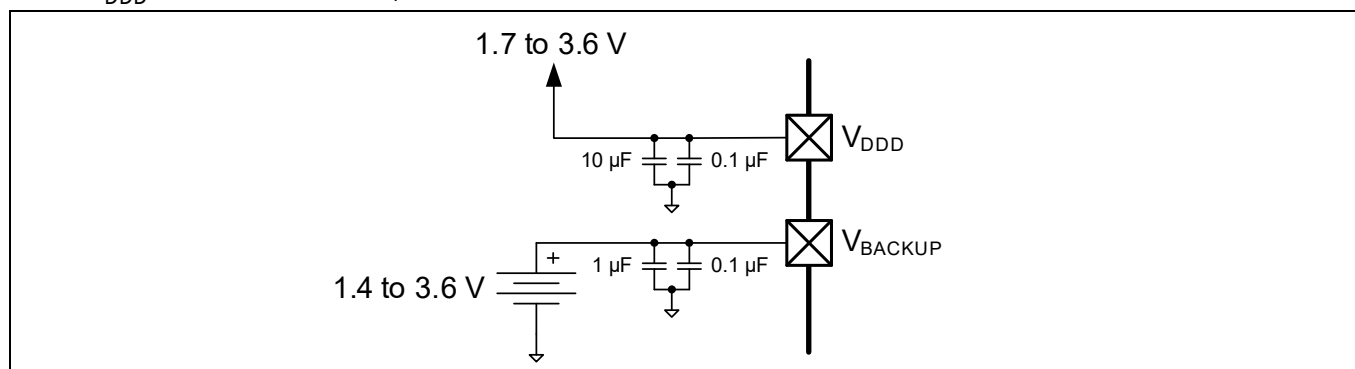

Figure 15 V_{BACKUP} への個別のバッテリー接続
- V_{BACKUP} : 32 kHz WCO と RTC を含むバックアップドメインの電源。Figure 15 に示すように、バッテリーまたはスーパーキャパシタのバックアップ用に、1.4 V の低電圧の別電源にもできます。それ以外の場合は、 V_{DDD} に接続されます。I/O ポート 0 に電力を供給します。